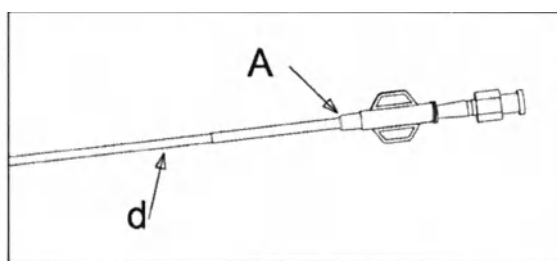

Рис. 12
- При использовании имплантационного интродьюсера (IS) (макс. длина = 90 см) с гемостатическим клапаном вставьте переходник (A) в имплантационный интродьюсер (IS) и извлеките расширитель (d) (рис. 12 и 13).